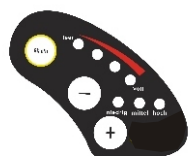

fig.17
3.2.1 Funkties van uw bedieningspaneel (Fig. 17).
① 6km/h knop